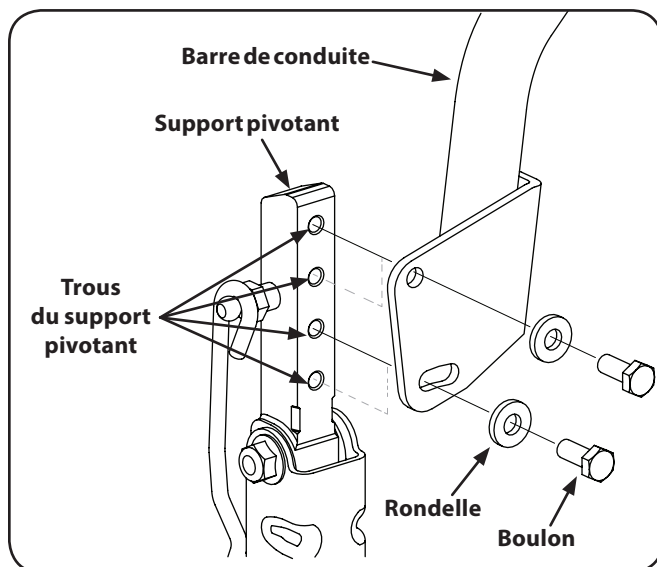

Figure 6-5
2. Retenez la barre pour qu'elle ne tombe pas, puis enlevez le boulon inférieur et la rondelle plate inférieure du support pivotant. Voir Figure 6-5.
1. Si le boulon inférieur n'est pas desserré, desserrez-le et ajustez la barre de conduite vers l'avant ou vers l'arrière à la position désirée. Voir Figure 6-5.